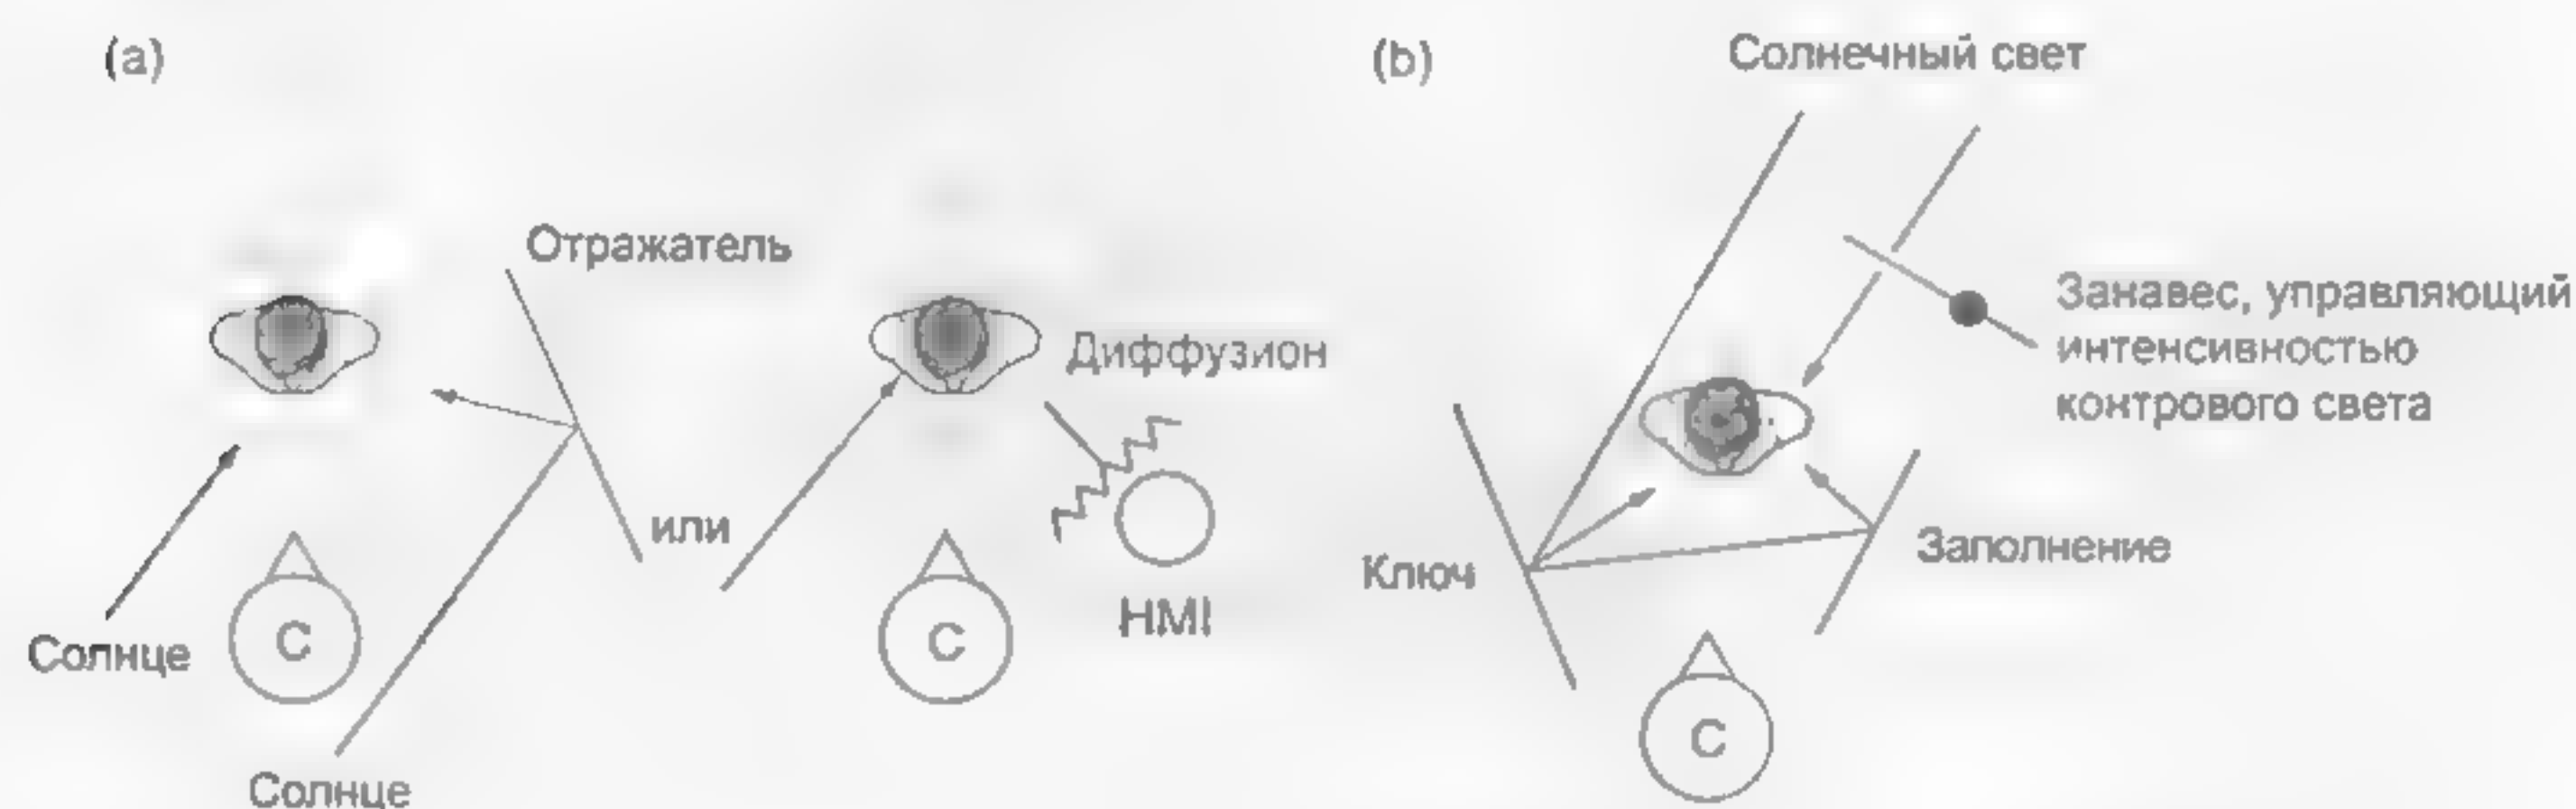

Рис. 17.5 (а) Навес от чрезмерного контраста; (б) использование солнечного света
- 1 Используют соответствующий рефлектор, чтобы отразить солнечный свет в область теней снимаемого объекта (рис. 17.5). Обычно необходим какой-либо зеркальный отражатель с луночками, чтобы было возможно создать некоторое физическое пространство между субъектом и отражателем. Диффузный отра-